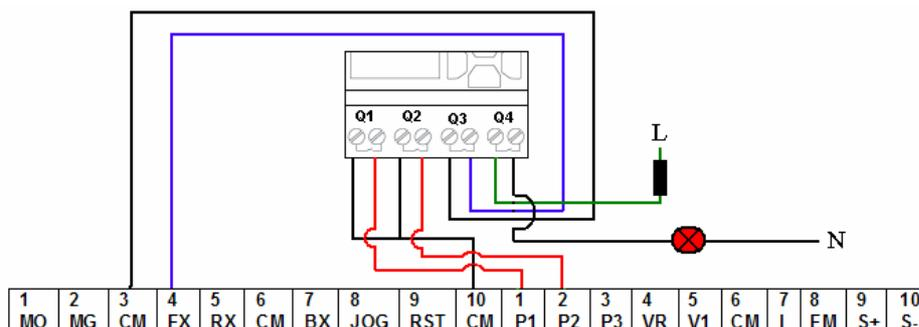

Figura. 6.42. Conexión de salidas
19. Conectar las salidas del PLC a los terminales de entrada del VFD como se indica en la Figura 6.42: